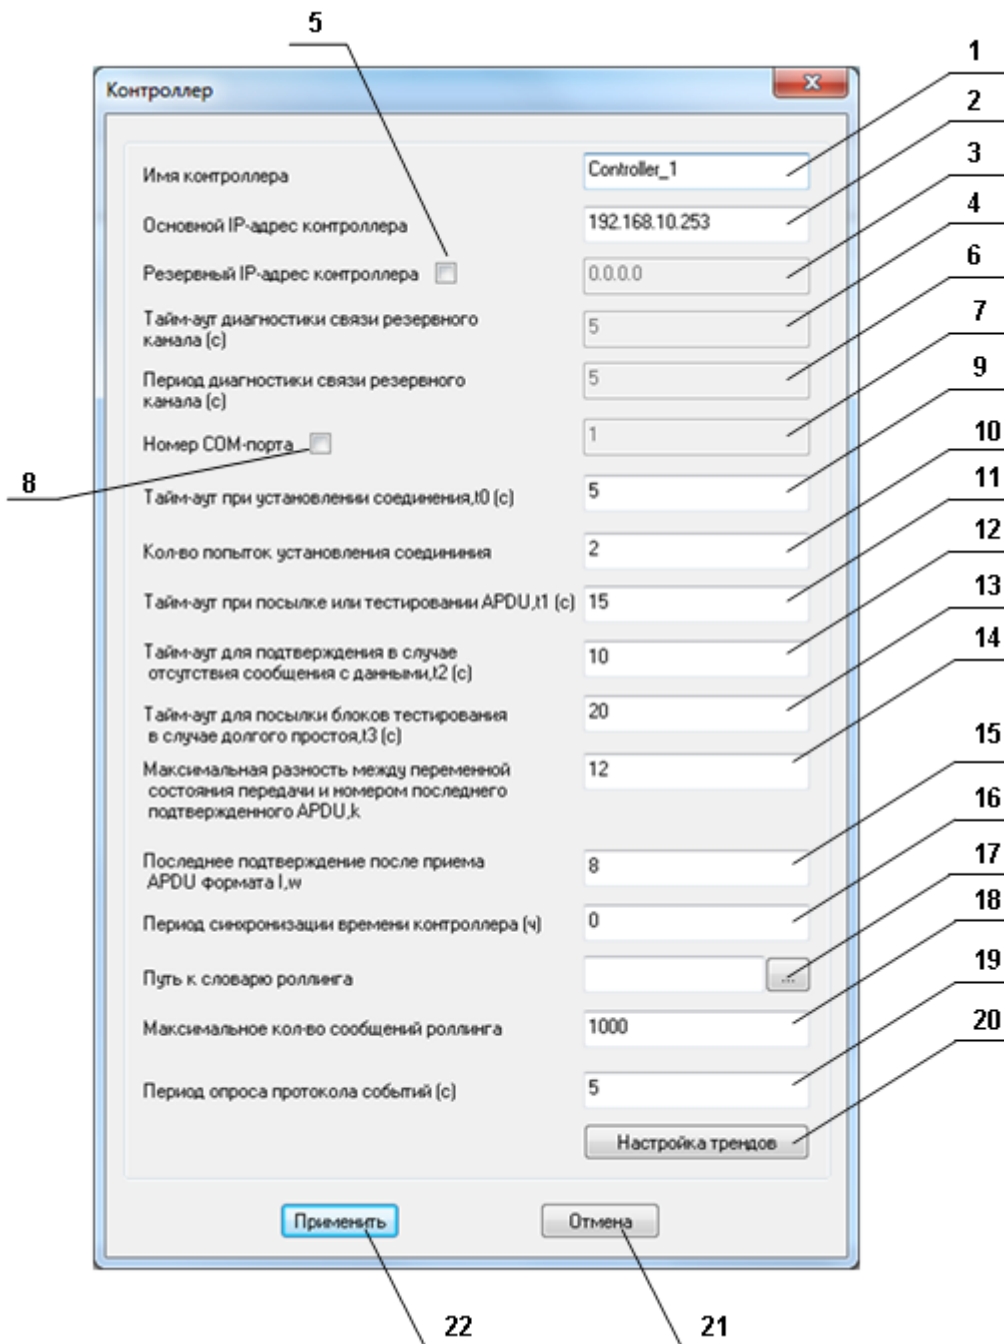

Рисунок 6.4 – Диалоговое окно настройки контроллера
- 24 **Настройка трендов.** При нажатии на данную кнопку появляется диалоговое окно (рисунок 6.4), определяющее путь к xml-файлу описания трендов контроллера. Файл `krug_db.dtd` должен находиться в том же каталоге, что и xml-файл.